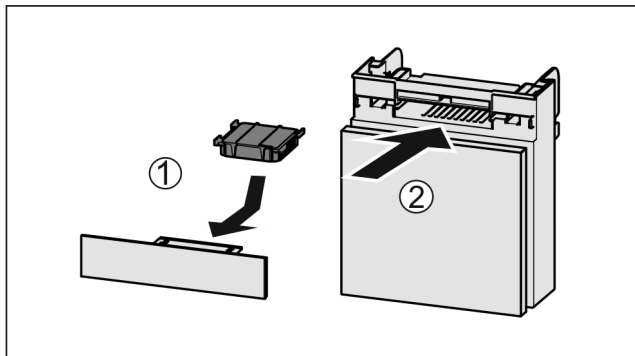

Fig. 186
- ▶ Вставити фільтр з активованого вугілля за малюнком Fig. 186 (1).
- ▶ Вставити відділення Fig. 186 (2).